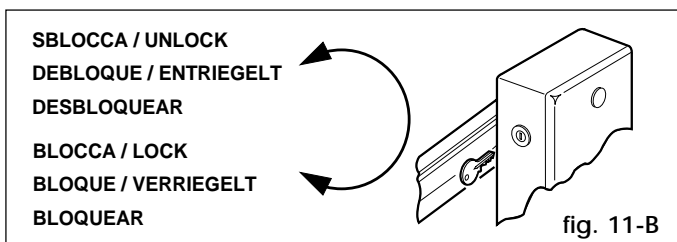

fig. 11-B
- Insérer la clé triangulaire standard (fig.11-A) ou personnalisée (fig.11-B) dans la serrure et la tourner d'un tour dans le sens inverse aux aiguilles d'une montre.